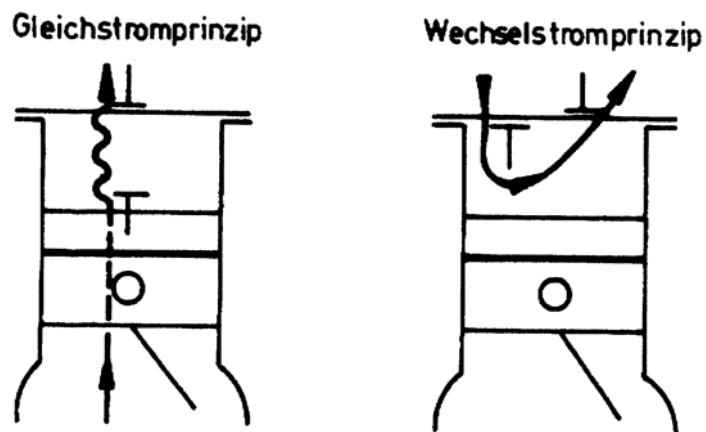

Bild 5: Wirkungsweise von Gleich- und Wechselstromverdichtern
- Gleichstrom-Verdichter unterschieden (Bild 5)